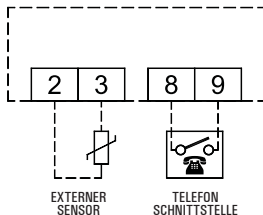

Abb. 4
4. Stellen Sie die elektrische Verbindung her (z. Bsp. zur Telefonschnittstelle, etc.), siehe Abb. 4.